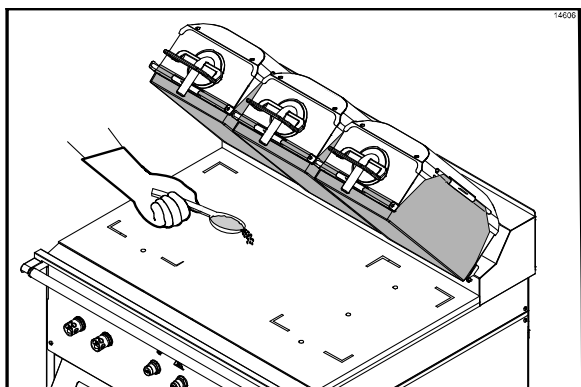

图 72
47. 用一只圣代勺，在3英尺（1米）下煎板热煎烤面上撒上两平勺豆脂黏附片，让黏附片融化。（请见图 72）